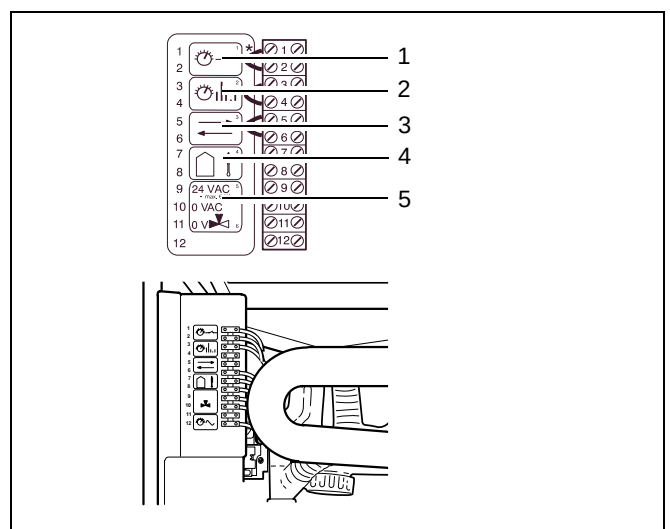

Abb. 9 Anschluss Regelgerät
- Bei Dreiwegeventil ohne Stecker: Dreiwegeventil an Klemmen 9 und 11 der Klemmenleiste anschließen (Abb. 9, Pos.5).
- Brücke entfernen und Regelgerät an der Klemmenleiste nach Schaltplan anschließen (Abb. 9).
Legende für Abb. 9: